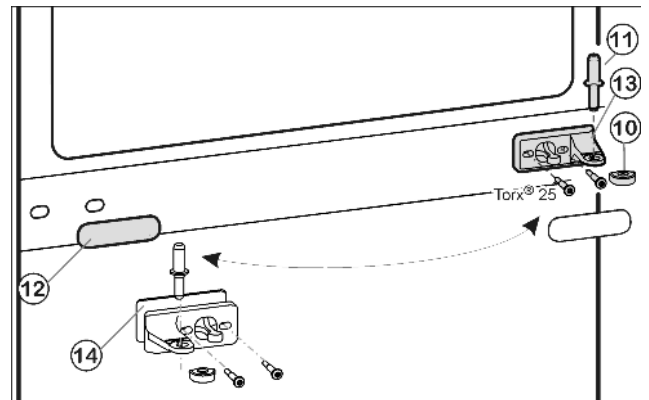
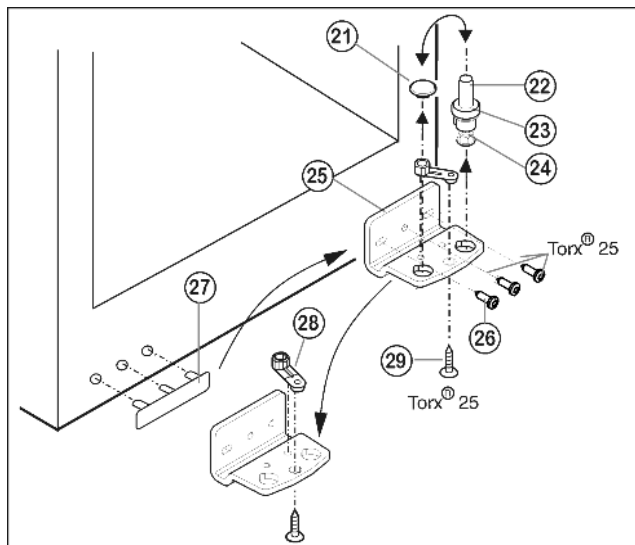

Fig. 5
Fig. 6
- ▶ Estrarre il perno di supporto centrale Fig. 5 (11) dal blocco di supporto e dalla porta inferiore.
- ▶ Staccare il coperchio di plastica Fig. 5 (10).
- ▶ Svitare il blocco di supporto centrale Fig. 5 (13) (2 x Torx® 25).
- ▶ Staccare il pannello di copertura Fig. 5 (12) facendo attenzione.
- ▶ Avvitare il blocco di supporto centrale Fig. 5 (13) con spessore Fig. 5 (14) ruotato di 180° sul nuovo lato cerniera saldamente a 4 Nm.
- ▶ Innestare nuovamente la copertura Fig. 5 (12) ruotata di 180° sul nuovo lato impugnatura.
- ▶ Togliere completamente il perno di supporto Fig. 6 (22) con lo spessore Fig. 6 (23) e l'impiedino di regolazione Fig. 6 (24), estrarre tirando verso l'alto.
- ▶ Togliere il tappo Fig. 6 (21).
- ▶ Svitare il blocco di supporto Fig. 6 (25).
- ▶ Svitare l'elemento di supporto Fig. 6 (28) e spostarlo Fig. 6 (29) nel foro di alloggiamento opposto, serrarlo nuovamente.
- ▶ Staccare la copertura lato maniglia Fig. 6 (27) facendo attenzione e spostarla sul lato opposto.
- ▶ Fissare nuovamente il blocco di supporto Fig. 6 (25) sul nuovo lato cerniera, eventualmente servendosi di un avvitatore a batteria (**a 4 Nm**) a 4 Nm.
- ▶ Inserire nuovamente il tappo Fig. 6 (21) nell'altro foro.
- ▶ Inserire nuovamente il perno di supporto Fig. 6 (22), con lo spessore e il piedino di regolazione. Prestare attenzione in modo l'arresto sia rivolto verso il dietro.
- ▶ Appoggiare la porta inferiore dall'alto sul perno di supporto in basso Fig. 6 (22).
- ▶ Applicare nuovamente il coperchio di plastica Fig. 5 (10) sul blocco di supporto centrale Fig. 5 (13).
- ▶ Inserire il perno di supporto centrale Fig. 5 (11) sul nuovo lato cerniera attraverso il blocco di supporto centrale Fig. 5 (13) nella porta inferiore.
- ▶ Mettere la porta superiore sul perno di supporto centrale Fig. 5 (11).
- ▶ Eventualmente allineare le porte sopra le due asole nel blocco di supporto in basso Fig. 6 (25) e nel blocco di supporto al centro Fig. 5 (13) a filo con l'involucro dell'apparecchio. Svitare la vite centrale nel blocco di supporto in basso Fig. 6 (25).